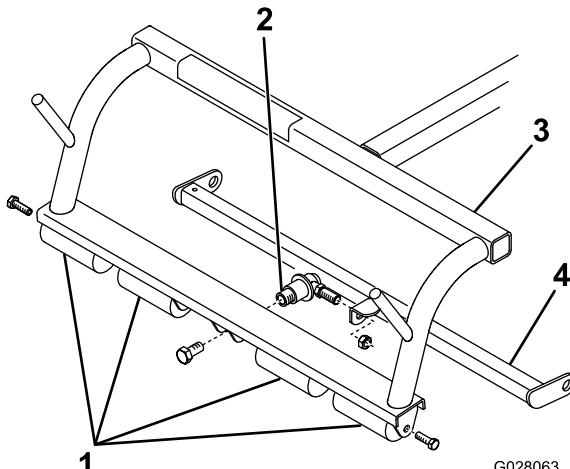

Figure 3
Remarque: Si les bâts porteurs sont équipés de cadres de traction monopoint, déposez le cadre de traction et la rotule de fixation (Figure 3).
- A. Retirez les vis qui fixent les extrémités extérieures de chaque galet anti-scalp à chaque extrémité du bâti porteur (extrémité extérieure des arbres seulement) ; voir Figure 3.